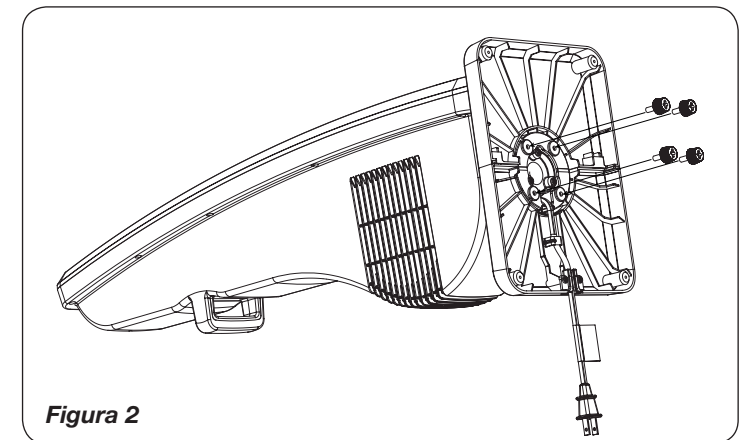

Figura 2
2. Conecte la base a la parte inferior del Calentador. Introduzca el cable eléctrico a través del orificio grande en el ensamblaje de la base. NOTA: El canal para el cable en la parte inferior de la base debe quedar hacia la parte trasera del calentador. (Figura 2)
3. Mediante el uso de 4 tornillos de apriete manual, fije la Base al Calentador como se muestra en la Figura 2.